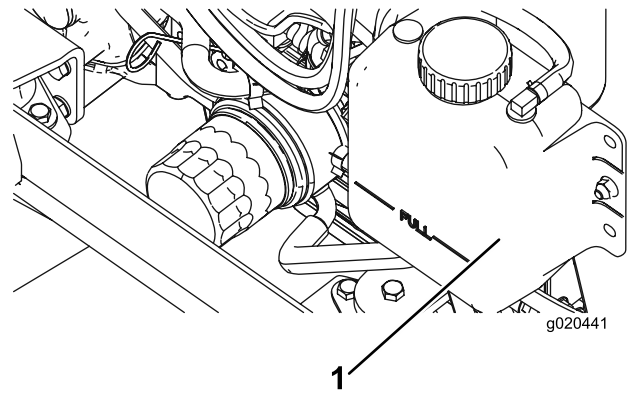

Figura 71
1. Retire cuidadosamente el tapón del radiador y el tapón del depósito de expansión (Figura 71).